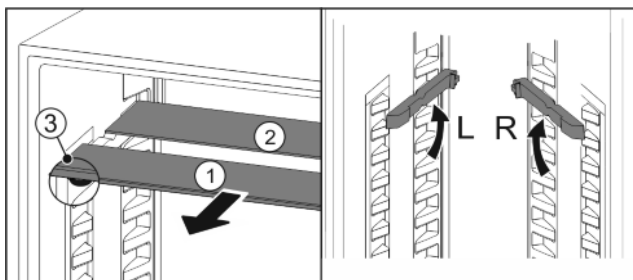

Fig. 22
- ▶ Skleněné desky jednotlivě vytáhněte dopředu Fig. 22 (1).
- ▷ Skleněná deska Fig. 22 (1) se zárážkami leží vpředu.
- ▷ Zárážky směřují dolů Fig. 22 (3).